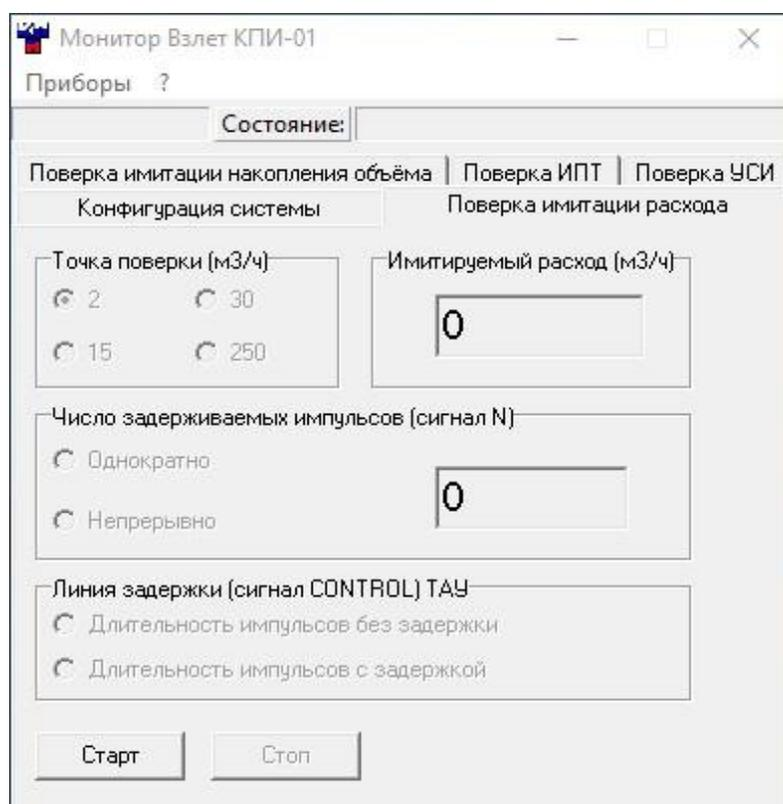

Рис.16 Вид вкладки «Поверка имитации расхода».
- 4.7.4.1.2. Для определения относительной погрешности воспроизведения расхода выбирается вкладка **Поверка имитации расхода** (рис.16). Последовательно задается три значения расхода: 15 м3/ч, 30 м3/ч и 250 м3/ч (значение расхода выбирается с допуском ± 10 %).